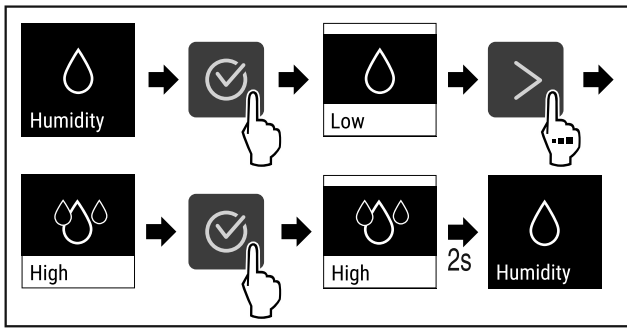

Fig. 94
- ▶ Kryeni hapat e veprimit (shihni Fig. 94).